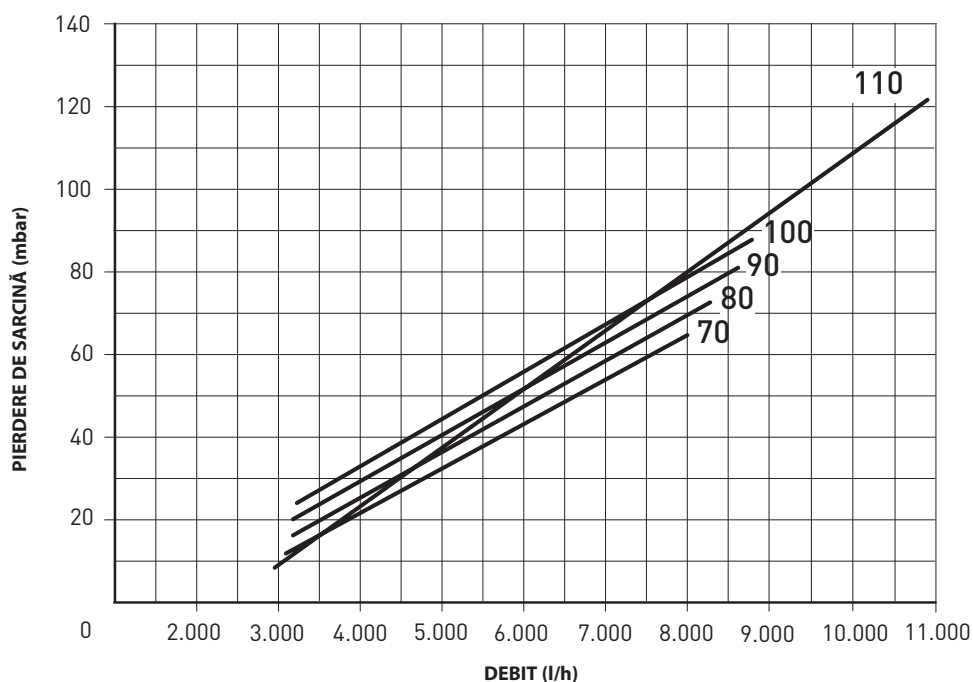

Fig. 9
3.4 PIERDERI DE SARCINĂ CIRCUIT CENTRALĂ (fig. 9)
Pierderile de sarcină sunt reprezentate de graficul de la fig. 9.